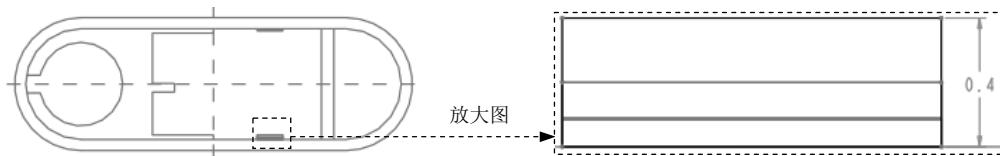

图 19.21 截面草图
(3) 进入草绘环境后，选取 MOLD_RIGHT 基准平面和 MOLD_FRONT 基准平面为草绘参考，利用“使用边”命令绘制图 19.21 所示的截面草图（截面为一矩形）。完成特征截面的绘制后，单击“草绘”操控板中的“确定”按钮 。
(4) 在操控板中选取深度类型 ，拉伸方向为指向坯料内部，然后输入深度值 1.0，并按回车键。
(5) 在“拉伸”操控板中单击 按钮，完成特征的创建。